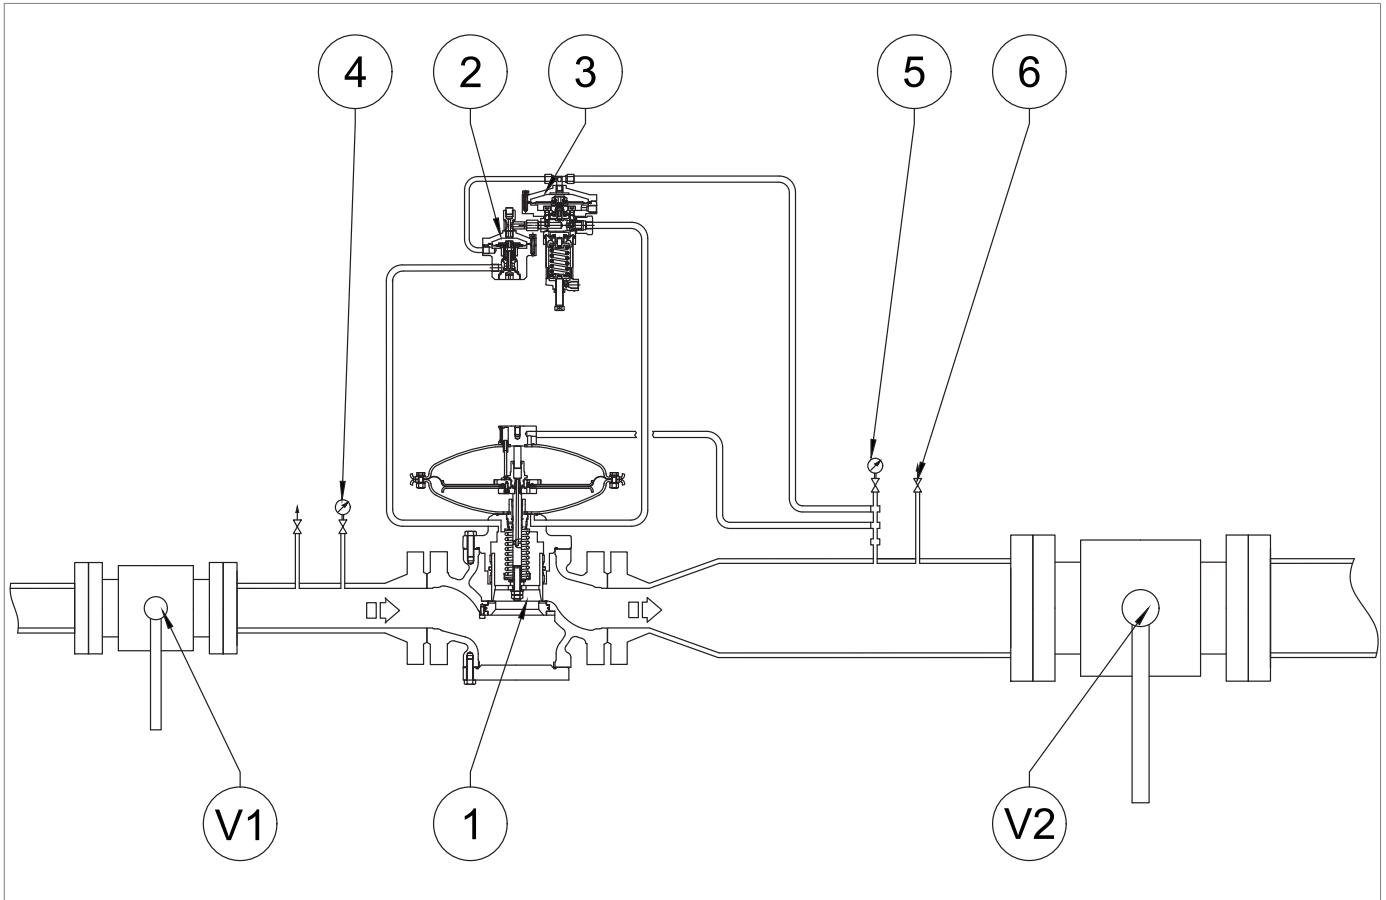

Abb. 8.32. Inbetriebnahme des Reglers REVAL 182
1	<p>! HINWEIS!</p> <p>Prüfen Sie den Druck mithilfe des Manometers (Abb. 8.32, Nr. 5), das sich nach dem Hauptregler befindet.</p> <p>Wenn das Sicherheitsabsperrventil:</p> <ul style="list-style-type: none"> • vor dem eingestellten Druckwert auslöst: den Einstellring (13) im Uhrzeigersinn anziehen, um die Feder (11) stärker zusammenzudrücken; • bei dem eingestellten Druckwert nicht auslöst: den Einstellring (13) lösen (gegen den Uhrzeigersinn), um die Feder (11) zu entspannen.
2	Den Druck im nachgeschalteten Teil durch Öffnen des Ablasshahns verringern (Abb. 8.32, Nr. 6), um ihn auf den Einstellwert des Hauptreglers zu bringen.